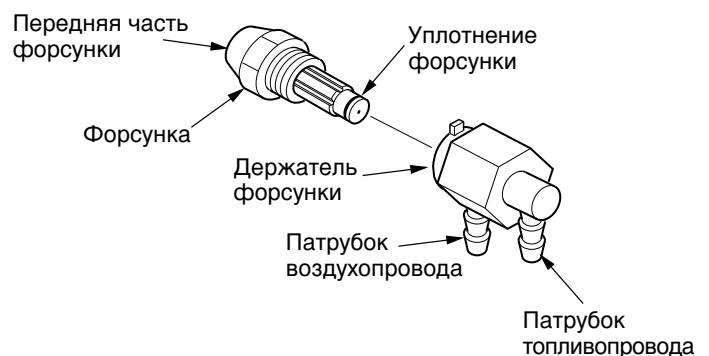

Рис. 21. Форсунка и держатель форсунки, нагреватель мощностью 10 кВт
6. При помощи 5/8-дюймового торцевого гаечного ключа осторожно извлеките форсунку из ее переходника (см. Рис. 21).
9. До упора установите форсунку в переходнике. При помощи 5/8-дюймового торцевого гаечного ключа затяните еще на 1/3 оборота до крутящего момента 4,5 - 5,1 Нм (40 - 45 фунтодюймов). См. Рис. 21.